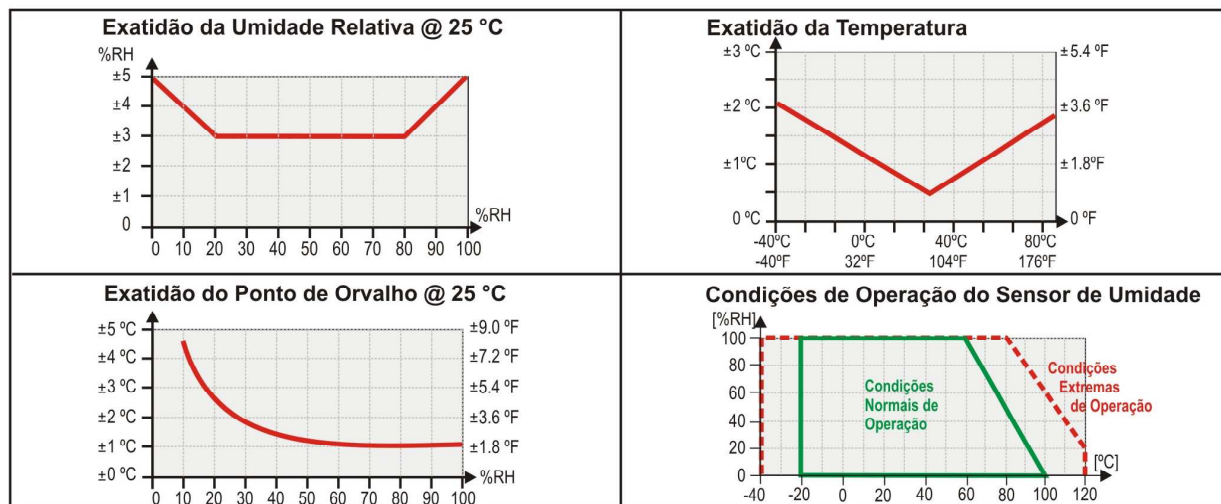

Figura 04 – Exatidões e condições de operação para o modelo RHT
- **Faixa máxima de medição:** -20 a 100 $^{\circ}\text{C}$ e 0 a 100 %RH (também disponível como ponto de orvalho). Ver figura "Condições de Operação do Sensor de Umidade" (Figura 04).
- **Exatidão:** Ver Figura 04.